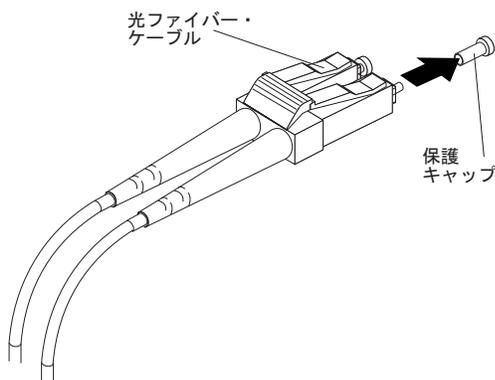

図 3-13. 光ファイバー・ケーブルの保護キャップの取り外し
3. 図 3-13 に示されているように、LC-LC ケーブルの一方の端から保護キャップを 2 つ取り外します。将来の利用のために、保護キャップを保管しておきます。